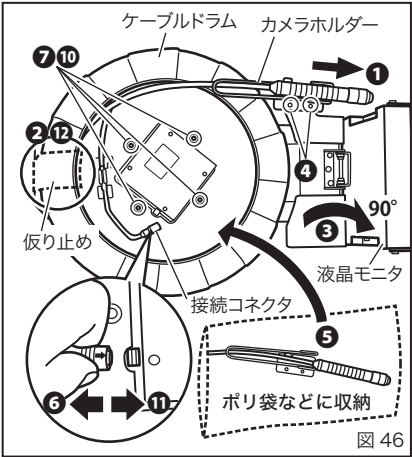

図 46
1. ケーブルドラムの取外し（図 46、47）
⑩ケーブルドラムのネジ穴と本体側のネジ穴位置を合わせ、ネジを固定します。（⑦で外したネジ）（図 46、47）
⑪コネクタを接続します。ケーブル側の→表示を上向きにして、本体側コネクタに結合します。結合を確認するため、軽くコネクタを引っ張り、抜けないことを確認します。（図 46）
⑫ケーブルドラムが回転しない様、②と同様にテープでケーブルドラムを仮止めします。（図 46）